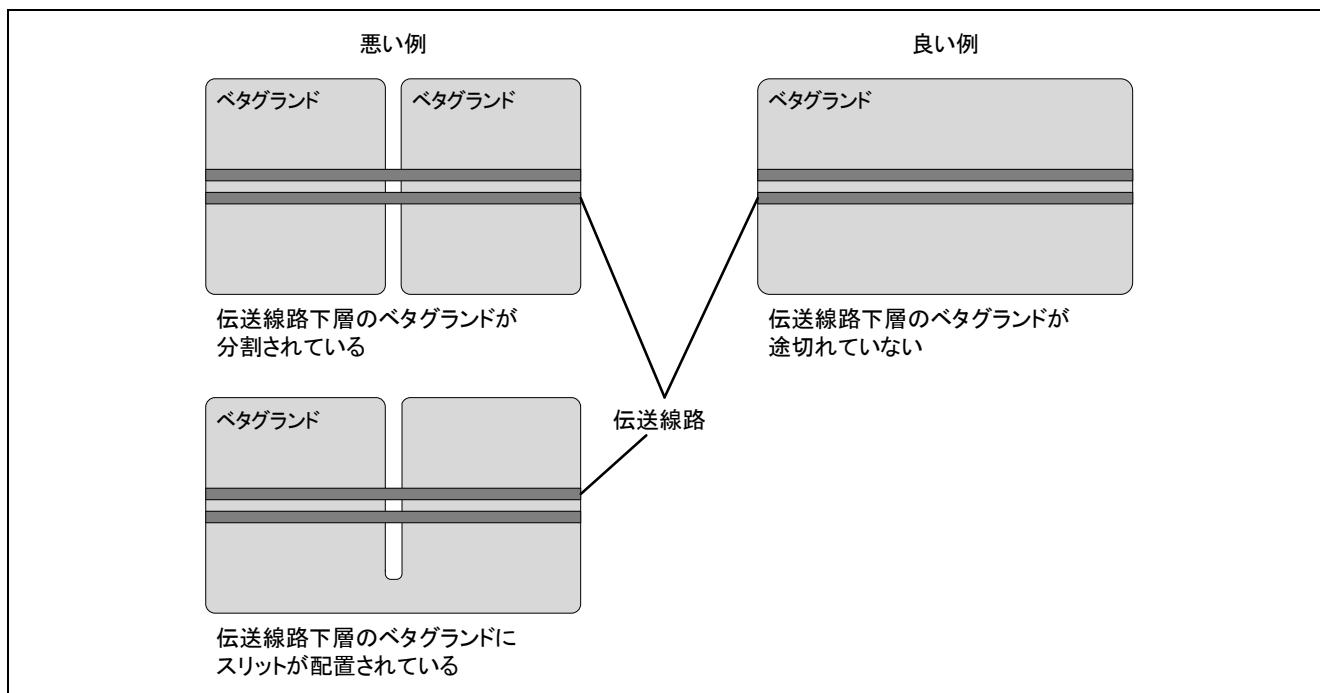

図 2.3 伝送線路下層のベタグラウンド例
- 伝送線路の下層はベタグランドとし、スリットなどで分断しないでください。図 2.3 に伝送線路下層のベタグランド例を示します。